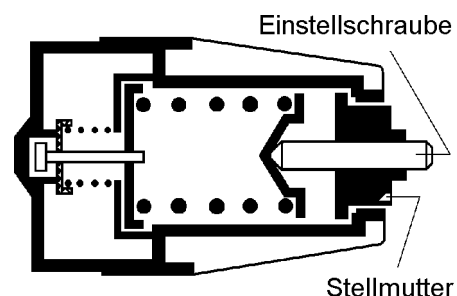

Abb. 2
**Hinweis:** Bei Nichterreichen des Abschaltdruckes p2 ist der Druck an der Einstellschraube zu korrigieren, dabei ist die Stellmutter mit einem Maul-Ringschlüssel gegen ein Verdrehen zu sichern (siehe Abb. 2).
3.5.1. Den Anschluß 1 der Abwandlung entsprechend bis  $\sim 2$  bar über den Abschaltdruck p2 aus der Tabelle belüften. Den Absperrhahn 3 öffnen. Bei einem der Abwandlung entsprechenden Abschaltdruck p2 am Manometer 3 muß an der Entlüftung Luft austreten. Nach einem der Abwandlung entsprechenden Druckabfall (Schaltspanne p3 aus der Tabelle) endet der Luftaustritt an der Entlüftung. Wird die Schaltspanne p3 nicht erreicht, so ist sie mit der Stellmutter zu korrigieren (siehe Abb. 2). Diesen Prüfpunkt mehrmals wiederholen. Den Anschluß 1 entlüften und den Absperrhahn 3 schließen.